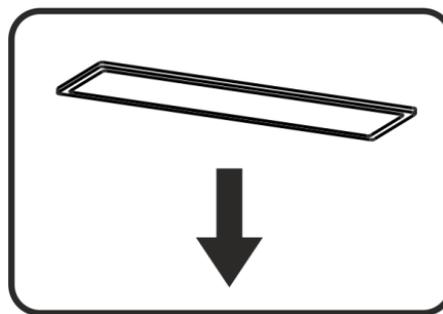

Рис.7
8.9 На витяжці встановлено **LED** лампу підсвітки робочої зони плити. Перед початком заміни ламп освітлення необхідно відключити витяжку від електромережі, дати можливість охолонути лампі. Для заміни лампи необхідно зняти алюмінієві фільтри, відтиснути тримач патрона так, щоб лампа вийшла з корпусу витяжки. Замість неї необхідно встановити нову з тими ж характеристиками і встановити фільтри (**рис.7**).